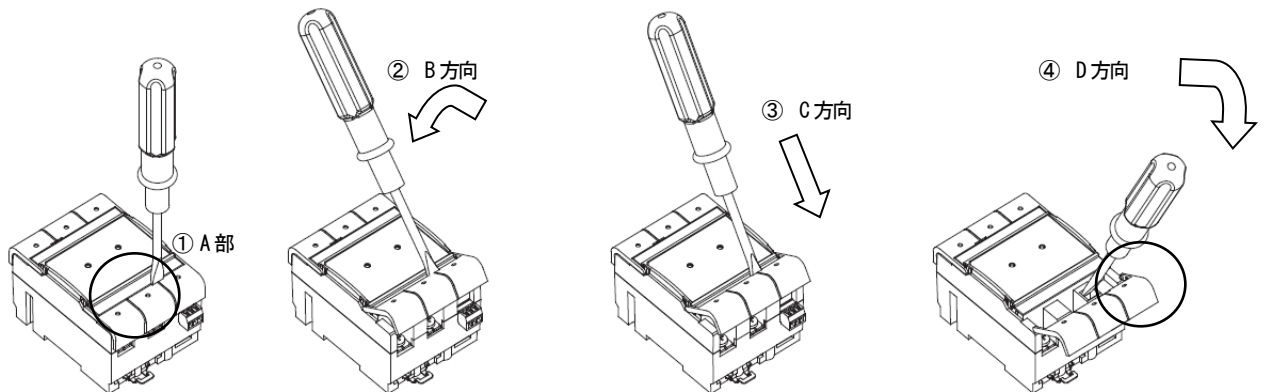

図7
- (1) 透明の端子カバーは感電防止の為、以下の手順で取り外して下さい。(図7及び実物参照)